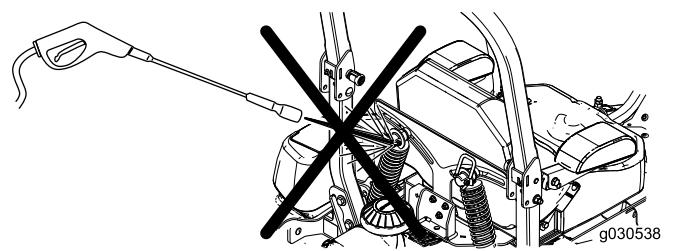

Рисунок 86
**Примечание:** Не очищайте узлы амортизаторов струей воды под давлением (Рисунок 86).